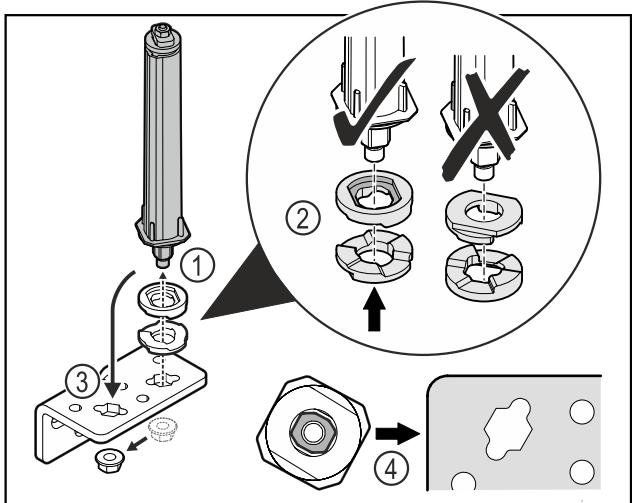

Fig. 41
► Odvijte matice in odstranite sistem za zaklepanje vrat Fig. 41 (1).
- Pazite na pravilno razporeditev podložk za nastavljanje višine Fig. 41 (2).
- Sistem za zaklepanje vrat prestavite v kotniku tečaja in ga fiksirajte z matico Fig. 41 (3).
- Pri vstavljanju pazite na pravilno naravnost sistema za zaklepanje vrat Fig. 41 (4).